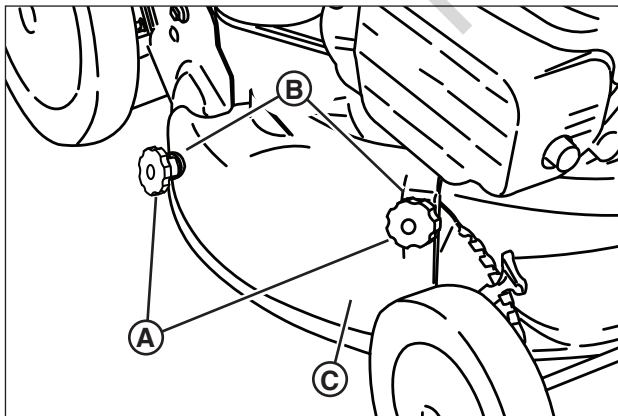

Figure 8: Dépose du couvercle de déchiquetage
1. Retirez les écrous bouton (**A, Figure 8**) et les rondelles frein internes et externes (**B**) fixant le couvercle de déchiquetage (**C**) au plateau de coupe.